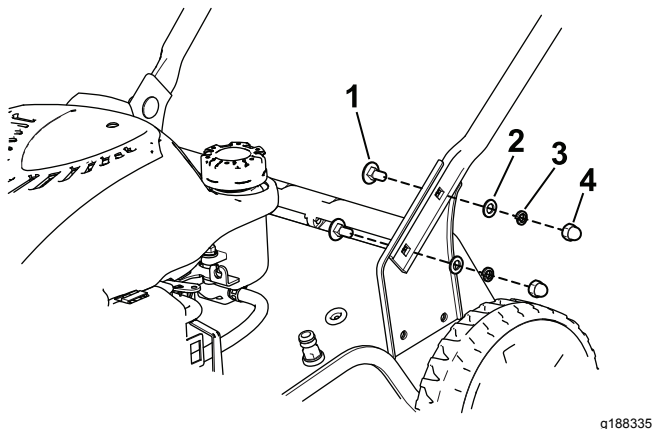

Figura 3
1. Fissate la stegola inferiore al vano del tosaerba con 4 bulloni, 4 rondelle piatte, 4 rondelle spaccate e 4 dadi (Figura 3).